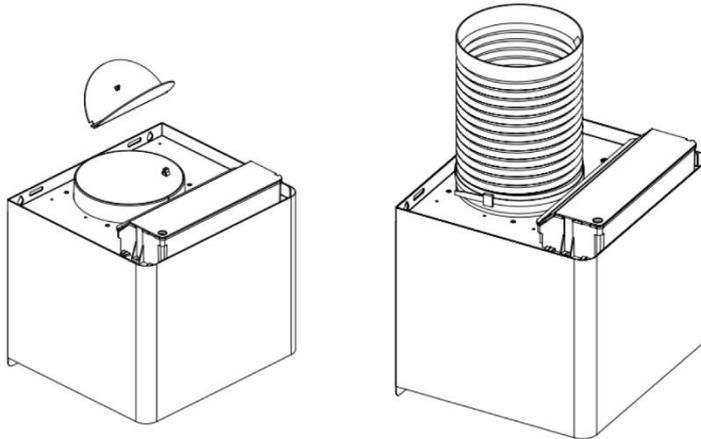

Abb. 5
4. Montieren Sie die V-Klappe und das Erweiterungsrohr (nicht im Lieferumfang enthalten) am Auslass und befestigen Sie das Erweiterungsrohr mit einem Kabelbinder. Siehe Abb. 5.